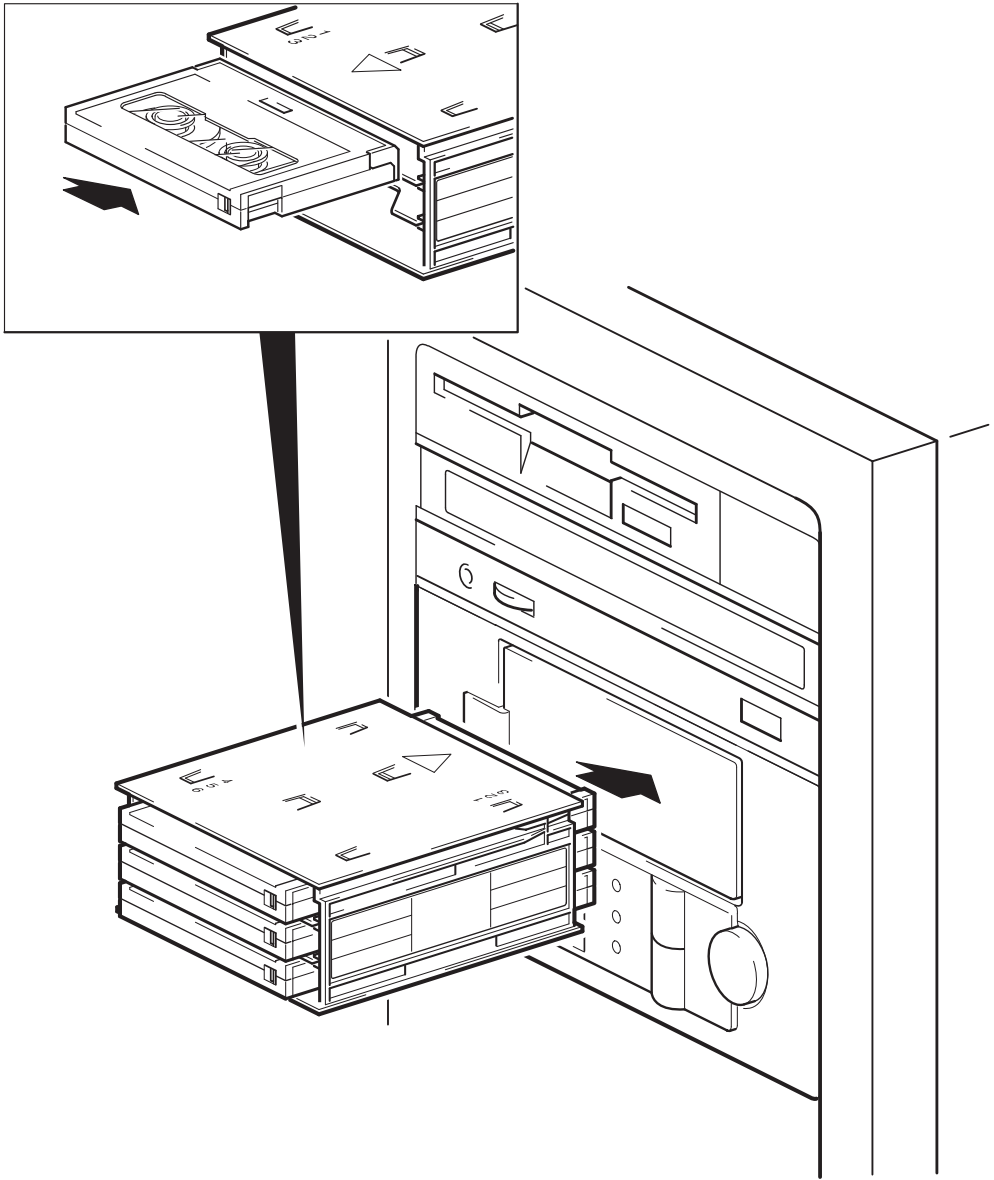

Figura 11: inserimento del caricatore automatico
- 2 Inserire il magazzino attraverso lo sportello sulla parte anteriore del caricatore automatico. Assicurarsi che la freccia sia rivolta verso la parte superiore e punti verso il caricatore, come riportato nella figura 11.